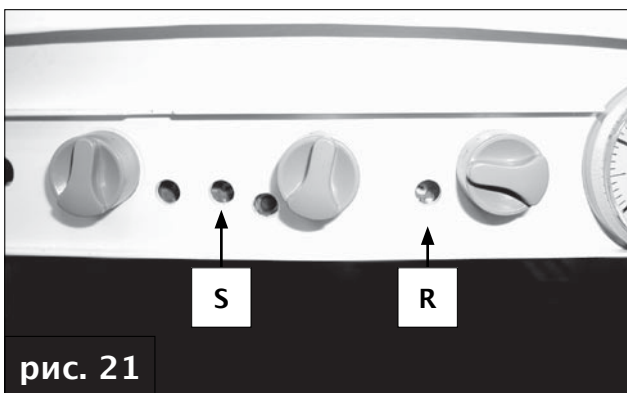

рис. 21
- потенциометр регулирования максимальной тепловой мощности отопления R (рис. 21) установить на максимум (вращением по часовой стрелке);
- переставить регулятор Р АСС (поз. S на рис. 21) в промежуточное положение и после завершения режима тестирования проверить правильность и бесшумность розжига горелки: в противном случае уменьшить или увеличить давление розжига регулятором Р АСС (вращать по часовой стрелке для увеличения давления, и против часовой стрелки – для уменьшения);